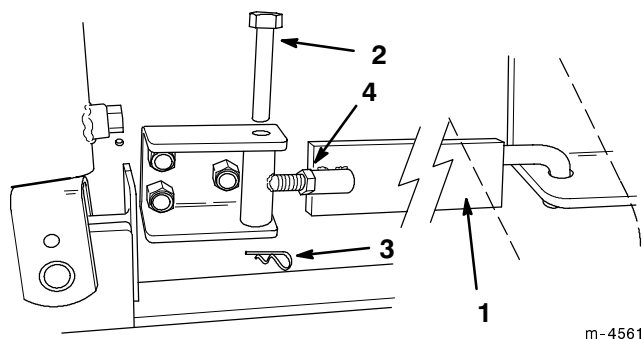

Figura 14
19. Instale la barra lateral en cada lado, tal como indica la Figura 14. Al instalar, la calcomanía en cada barra lateral deberá quedar visible.